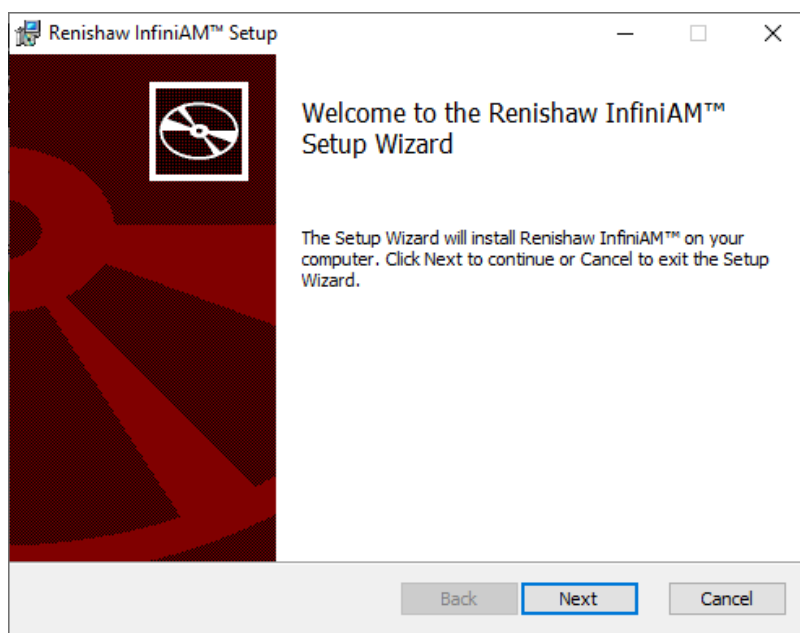

Figura 53 Impostazione guidata di InfiniAM
6. Viene visualizzato il programma di configurazione di InfiniAM. Fare clic su "Next" (Avanti) – vedere Figura 53).